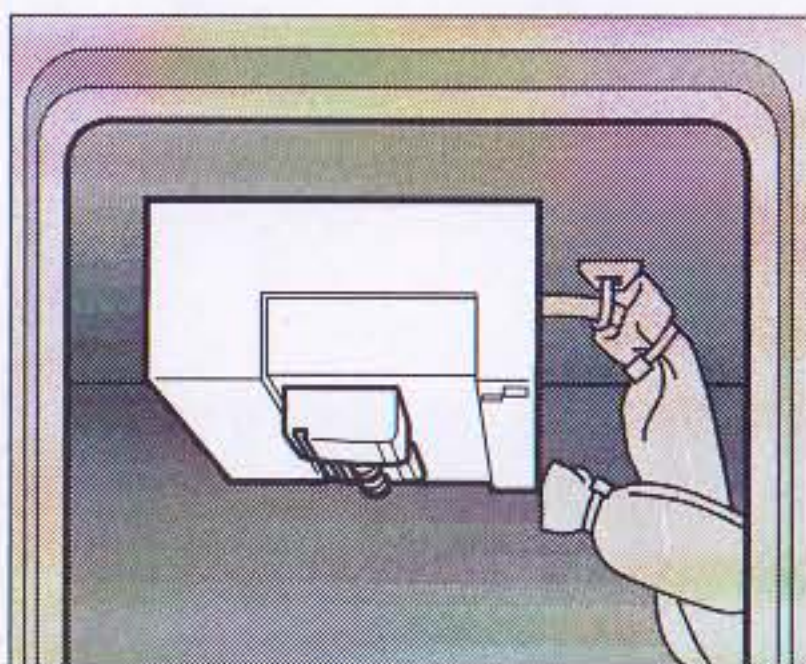

Bild 36 Personenschutzschalter im Kleiderschrank rechts unten.
- Batterieladegerät (A) in Funktion setzen:
- II). Personenschutzschalter einschalten. Siehe **Bild 36**